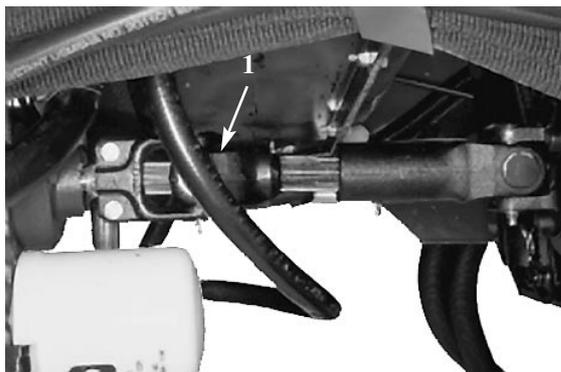

Figure 18
1. Desserrer les vis à tête qui fixent l'arbre de transmission au moteur. Desserrer les vis à tête qui accouplent l'arbre de transmission à la transmission (Fig. 18). Déposer l'arbre de transmission.